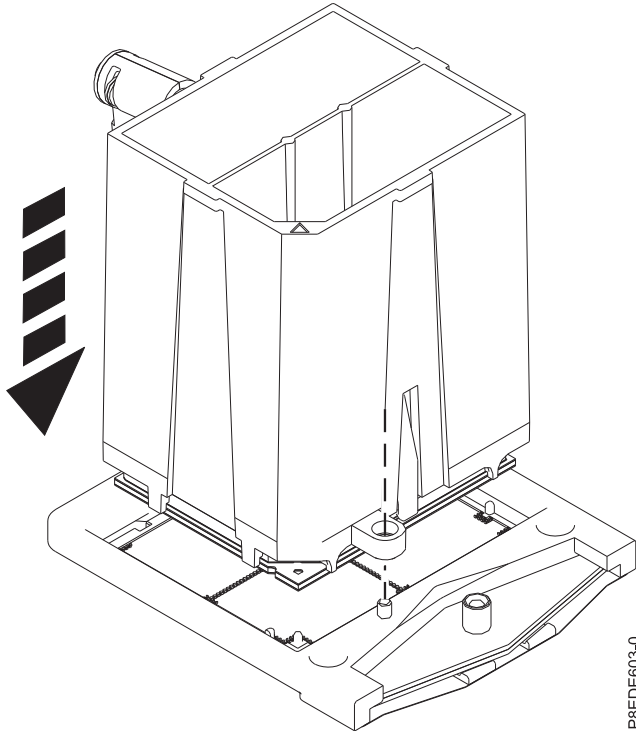

Figura 16. Bajar el módulo del procesador del sistema hasta el receptáculo
7. Baje la herramienta y el módulo del procesador del sistema hasta el receptáculo. Asegúrese de que los dos pivotes de guía se inserten en los orificios de alineación de cada lado de la herramienta, como se muestra en la Figura 16 en la página 18.